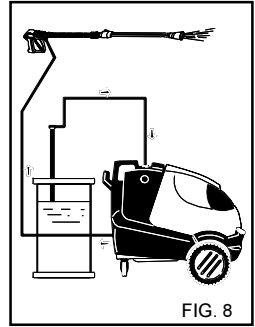

FIG. 8
- 3) Nach einem Waschvorgang mit Reinigungsmittel den Absaugzyklus nachspülen; das Absaugrohr (Fig.8) in einen Kanister mit sauberem Wasser stecken und die Pumpe bei völlig geöffnetem Dosierung-shahn und bei Lanze in Reinigungsmittel-Abgabeposition eine Minute lang laufen lassen.
4) Nach einem Waschvorgang mit Reinigungsmittel den Absaugzyklus nachspülen; das Absaugrohr (Fig.8) in einen Kanister mit sauberem Wasser stecken und die Pumpe bei völlig geöffnetem Dosierungshahn und bei Lanze in Reinigungsmittel-Abgabeposition eine Minute lang laufen lassen.